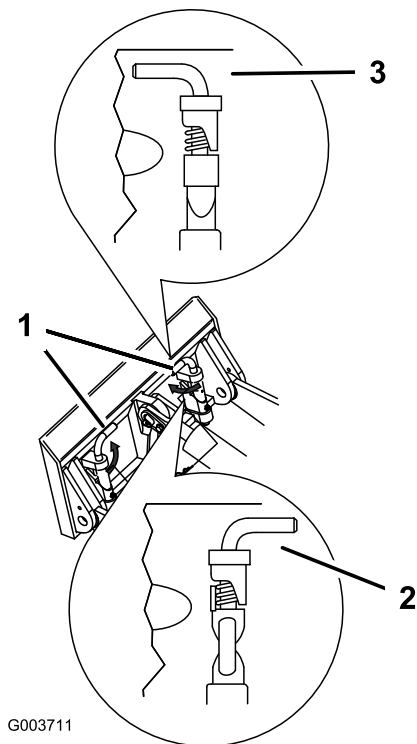

Bild 33
7. Lassen die Schnellbefestigungsstifte eingreifen und stellen Sie sicher, dass sie vollständig in der Befestigungsplatte sitzen (Bild 33).